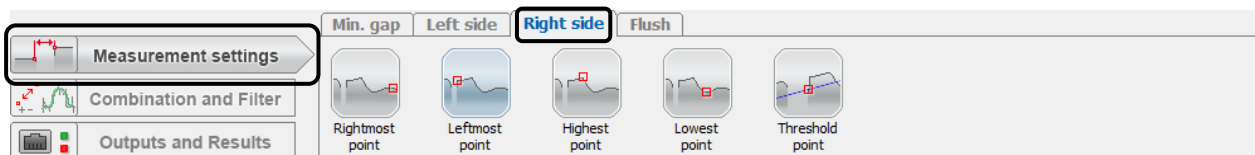

Abb. 3.36: Bereich "Measurement settings", Reiter "Right side"
- Wiederholen Sie den Vorgang mit dem Reiter "Right side" (siehe Abb. 3.36).